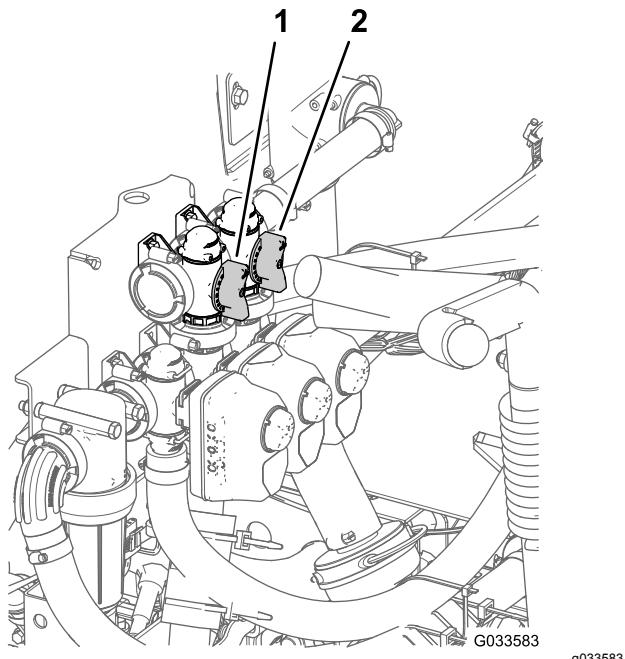

Figura 88
11. Ajuste a válvula de derivação de agitação (Figura 88) na parte posterior da válvula de agitação até que a pressão indicada no medidor seja 6,9 bar.
8. Ajuste o manípulo de derivação principal das secções para controlar a quantidade de agitação que ocorre no depósito (Figura 88)